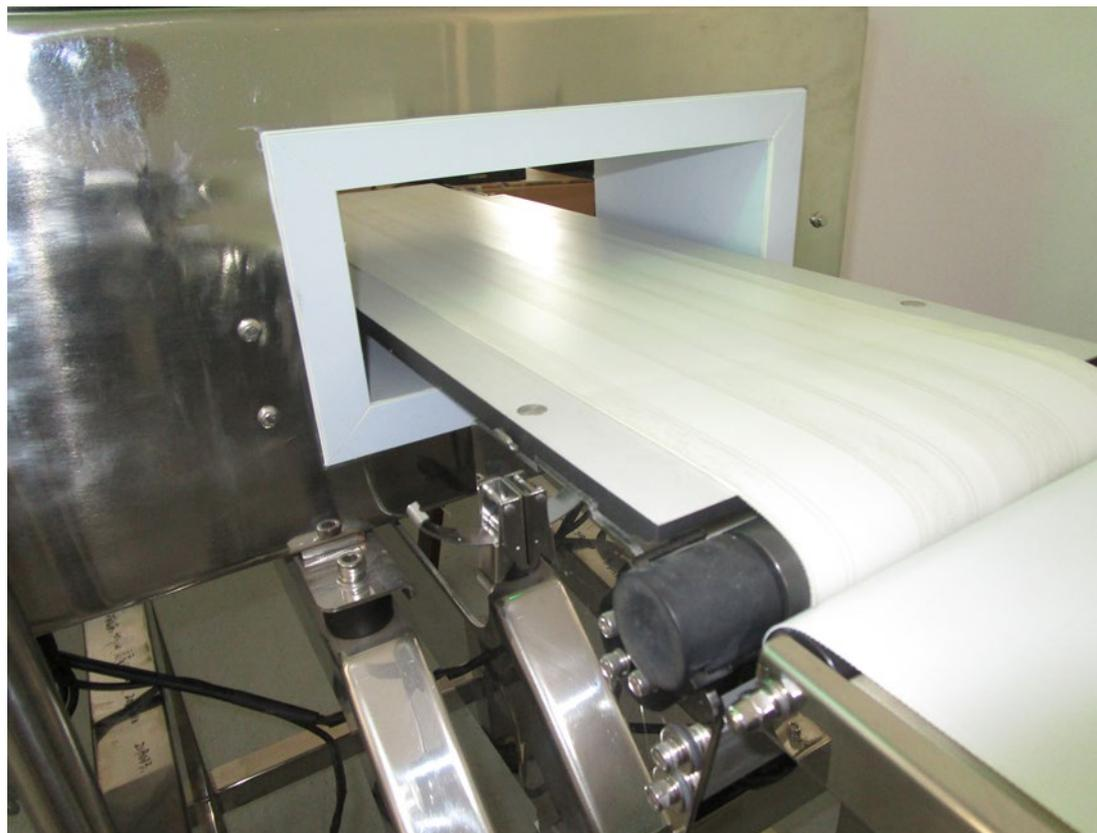

图 2-2 金属探测器与出料输送机的摆放
1) 摆放好金属探测器，然后将出料输送机摆放在金属探测器的出口位置（图 2-2）。使两者输送带的间隔保持在 1~3mm，其余部位不会相互接触。